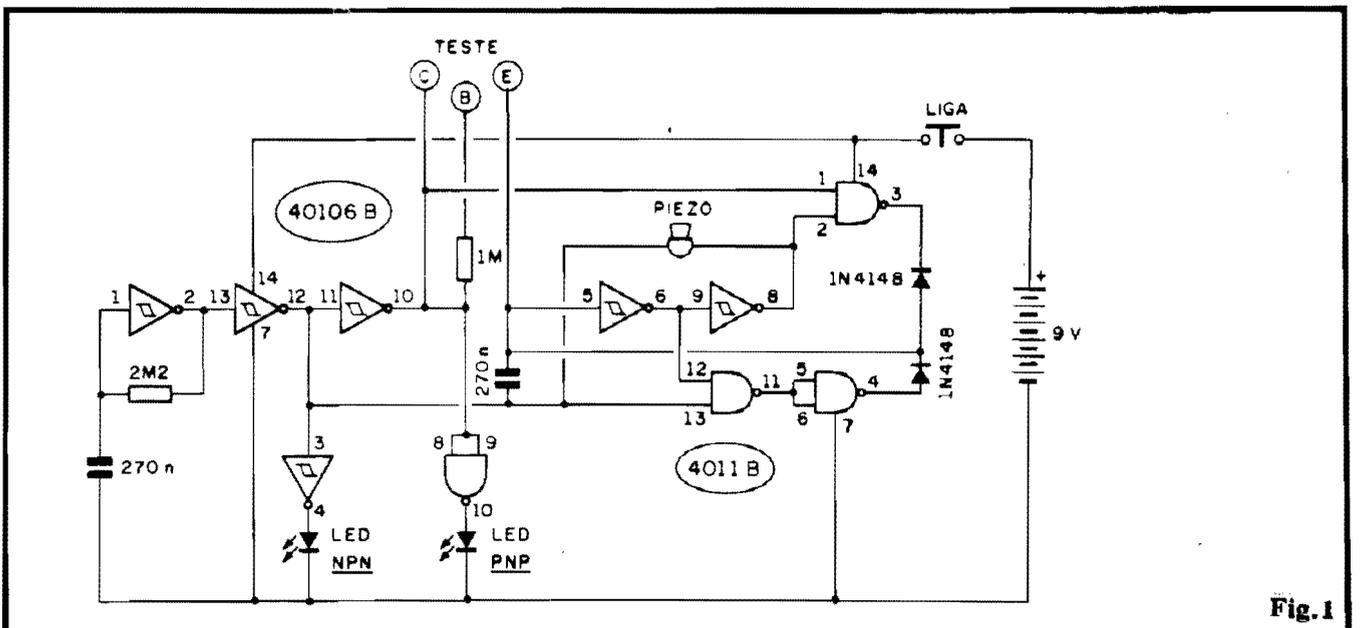
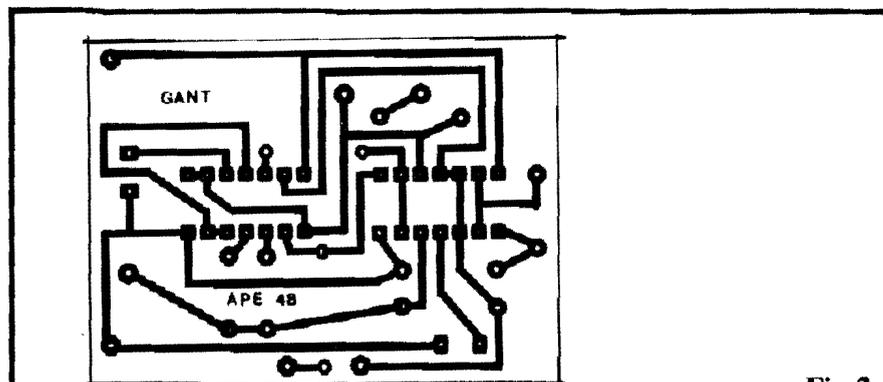

Fig. 1
Fig.2
- FIG. 1 - O CIRCUITO - As diversas funções, verificações e análises efetuadas pelo GANT constituem conjunto bastante complexo de trabalhos, a nível circuital... Para sintetizar tudo, compactando o arranjo (e também seu custo...) adotamos o uso de dois Integrados da "família" digital C.MOS, super-versáteis, aproveitados ao máximo dentro das suas potencialidades e capacidades: um 40106 (sêxtuplo inversor simples **Schmitt Trigger**) e um 4011 (quádrupla porta NAND de duas entradas cada...). O **gate** do 40106 delimitado pelos pinos 5 e 6 está arranjado em oscilador, cuja Frequência (dentro da faixa de áudio) é determinada basicamente pelo capacitor de 270n e pelo próprio valor "resistivo" assumido pelo percurso **emissor/coletor** do transistor testado... Este tem seu terminal de **base** intermitentemente polarizado (em parâmetro fixo) através do resistor de 1M, o qual, por sua vez, recebe "estados" positivos e negativos na razão da oscilação efetuada por
- FIG. 2 - LAY OUT DO CIRCUITO IMPRESSO ESPECÍFICO - A presença "concentradora" dos dois Integrados (como já foi mencionado na análise técnica do
Circuito - fig. 1) "alivia" bastante a placa, em termos de tamanho e "congestionamento"... Assim o lay out (em tamanho natural na fig. 2) é muito simples e compacto, não devendo representar ao